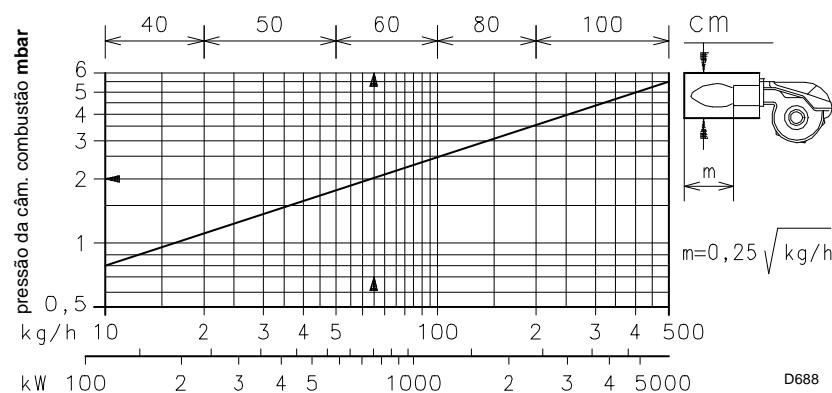

Fig. 4
3.4.1 Caldeira de ensaio (Fig. 4)
Indicamos na (Fig. 4) o diâmetro e o comprimento da câmara de combustão de ensaio.